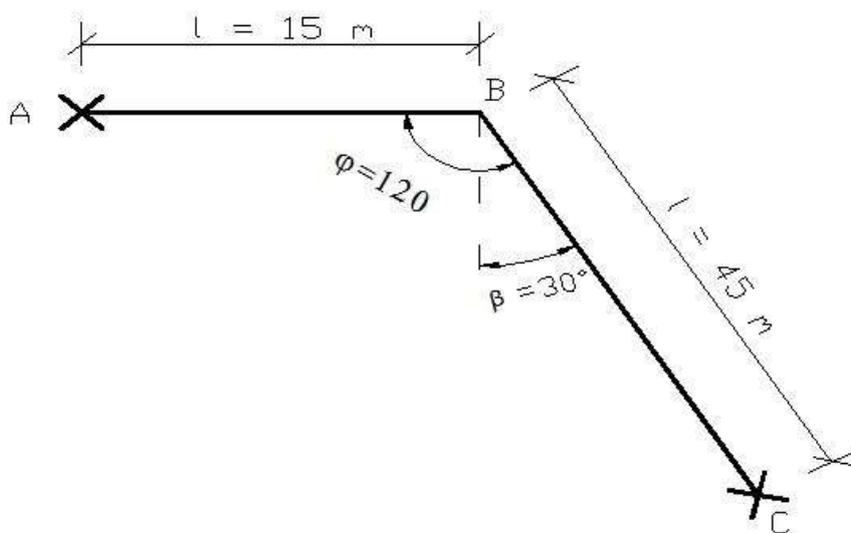

Рисунок 3.
6. Определить изгибающее напряжение от термических деформаций в трубопроводе диаметром $d_n = 159$ мм у неподвижной опоры А (рисунок 3) при расчетной температуре теплоносителя $\tau = 150$ °С и температуре окружающей среды $t_0 = -31$ °С. Модуль продольной упругости стали $E = 2 \times 10^5$ МПа, коэффициент линейного расширения $\alpha = 1,25 \times 10^{-5}$ 1/°С. Сравнить с допускаемым напряжением $\delta_{доп} = 80$ МПа.